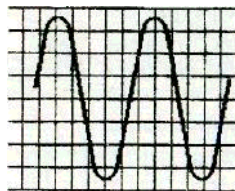

Рисунок 8
10. Определить частоту синусоидального сигнала, изображенного на экране осциллографа типа С 1-49 при: 1) длительности развертки  $Dp = 0,1$  мс/дел, множителе развертки  $Mr = 1$  (**рисунок 8**, масштаб 1:1, 1 дел = 6 мм); 2) длительности развертки  $Dp = 0,5$  мс/дел, множителе развертки  $Mr = 0,2$